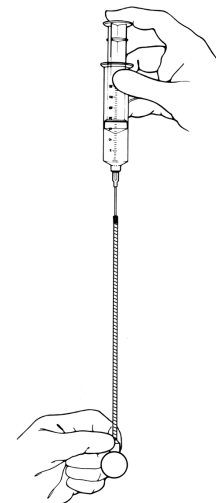

Figura 4-3b. Encher o balão
6. Encha o balão com 20 cc de solução de enchimento. (Figura 4-3b)